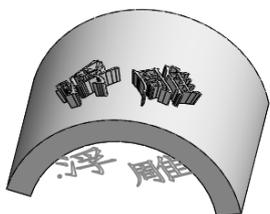

图 3-26
- “浮雕”类型：在面上生成一个凸起特征，如图 3-26 所示。